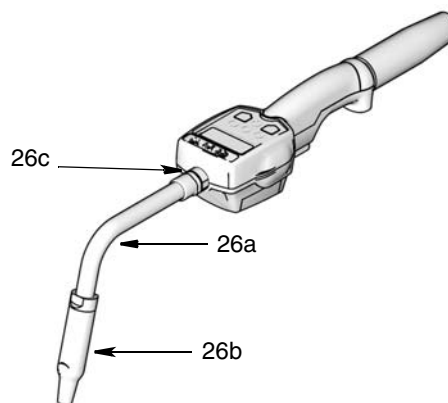

FIG. 7
2. Enrosque de la extensión (26c) en el medidor al menos tres giros completos (FIG. 7).